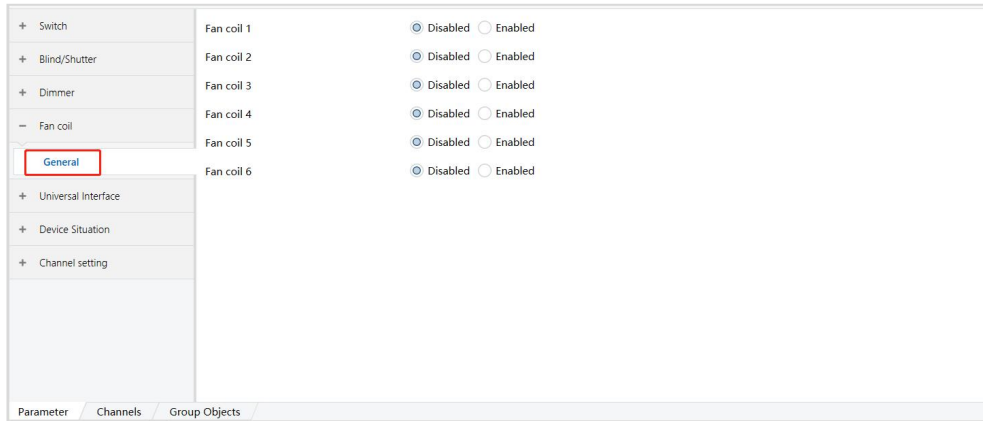

图 6.4.1
1) “Fan coil” 表示风机盘管功能，有 Fan coil 1~Fan coil 6 共 6 组风机控制，可选项：“Disabled”（不启用）、“Enabled”（启用），如图 6.4.1 所示。